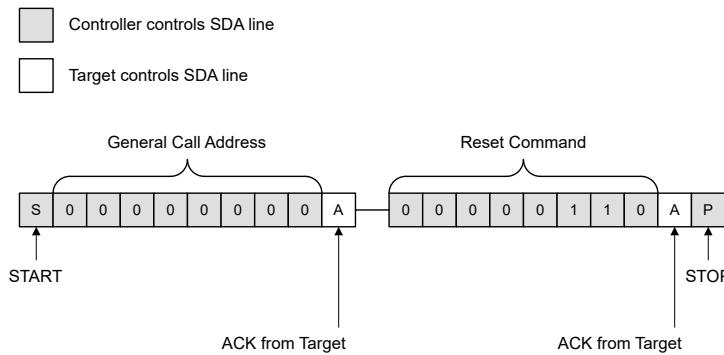

図 7-9. SMBus のゼネラル コールのリセット タイミング図
**TMP9R01-SEP** デバイスは、2 線式のゼネラルコールアドレス **00h (0000 0000b)** によるリセットをサポートしています。**TMP9R01-SEP** デバイスは、ゼネラルコールアドレスを確認し、2 バイト目に応答します。2 バイト目が **06h (0000 0110b)** の場合、**TMP9R01-SEP** デバイスは 図 7-9 に示されているように、ソフトウェアリセットを実行します。このソフトウェアリセットは、すべての **TMP9R01-SEP** レジスタにパワーオン リセット状態を復元し、進行中の変換をすべて中止します。**TMP9R01-SEP** デバイスは、2 番目のバイトにある他の値に応答して、何も動作を行いません。